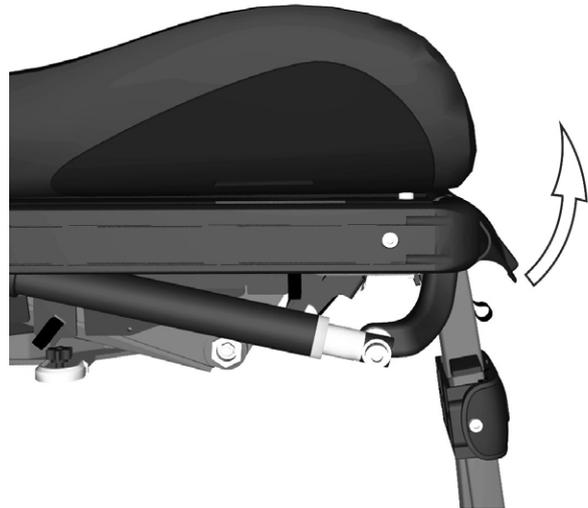

Abbildung 183. Obere Kunststoffabdeckung der Beinstütze hochklappen.
2. Obere Kunststoffabdeckung der Beinstütze hochklappen. Siehe Abbildung. 183.